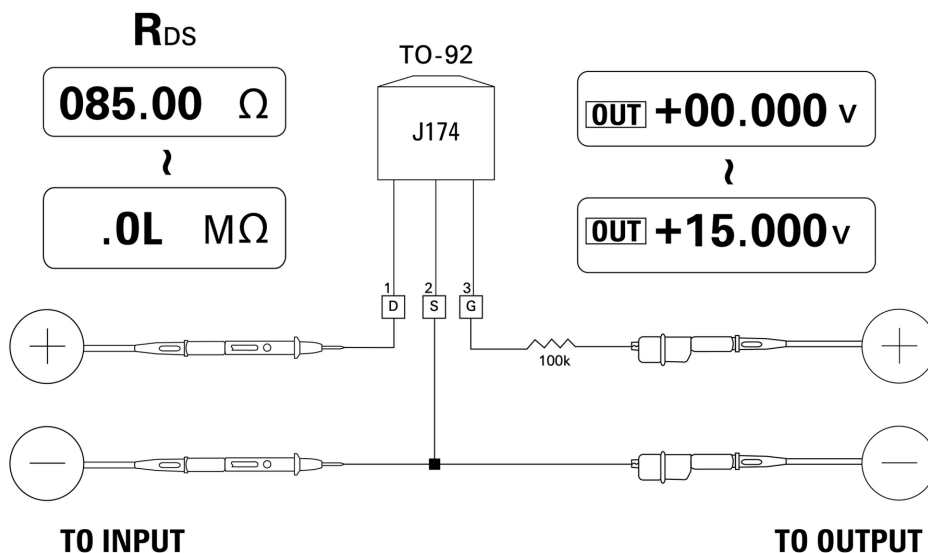

Figure 5-12 JFET à canal p
- 4 Baissez progressivement la tension de +00,000 V à +15,000 V. La valeur R_{DS} augmentera de manière exponentielle (Figure 5-12 à la page 107).